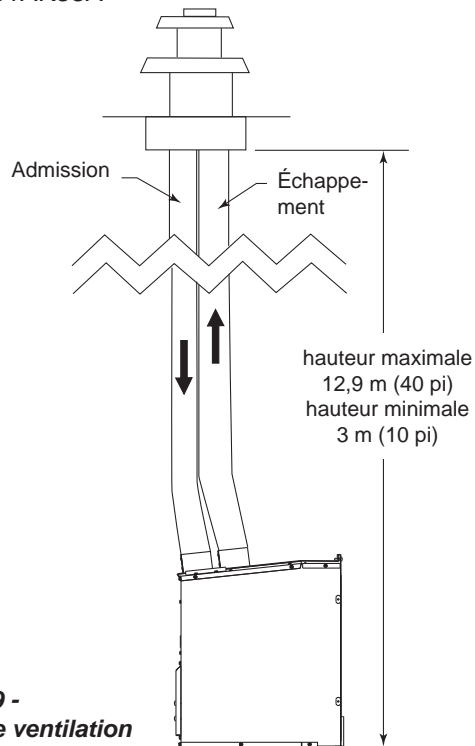

Figure 9 - Unité de ventilation
- Assurez-vous que le conduit d'échappement de l'appareil de chauffage se raccorde à la portion échappement de la mitre. Attachez les chemisages flexibles. *Figure 9*